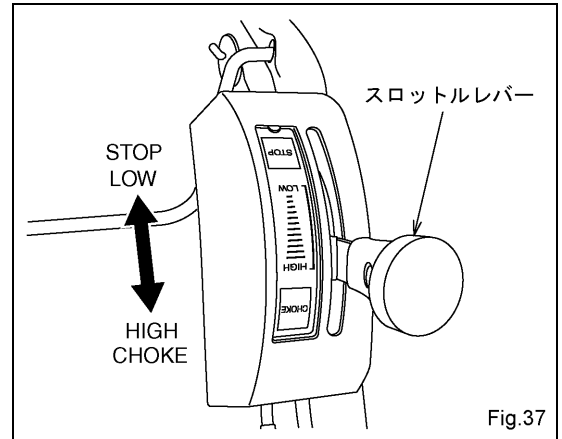
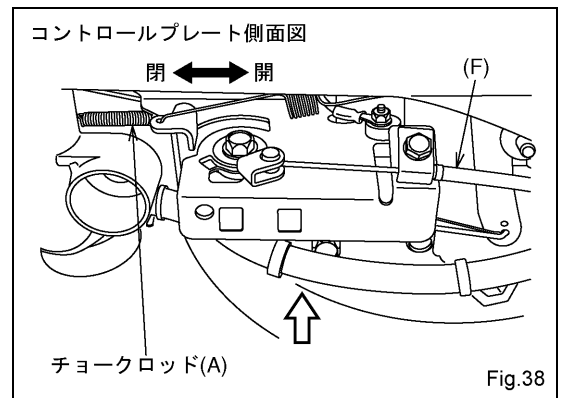

Fig.37
Fig.38
(1) 工場出荷時調整は行なっておりますが、搬送中、変わる場合もありますので以下の確認を行なって下さい。
- ① スロットルレバーを“CHOKE”（チョーク）の位置にすると同時にチョークロッド（A）が（閉）方向に動く事。（Fig.37、Fig.38）
- ② スロットルレバーを“CHOKE”（チョーク）から“HIGH”（高速）の位置にすると同時にチョークロッド（A）が（開）方向に動く事。（Fig.37、Fig.38）
- ③ スロットルレバーを“STOP”（停止）位置にした時エンジンスイッチの接点（B）とコントロールレバー（C）が接していること。（Fig.37、Fig.39）
- ④ スロットルレバーを“LOW”（低速）の位置にしたときエンジンスイッチの接点（B）とコントロールレバー（C）が接していない事。（Fig.37、Fig.39）
(2) 上記①～④の各項目を満たさない場合は、ケーブルアウト（F）の固定する位置を変えて再度上記項目を確認して下さい。（Fig.38）
(3) 上記調整後、エンジンを始動してスロットルレバーが正常に機能するか確認し、正常に機能しない場合は再度上記の調整を行って下さい。